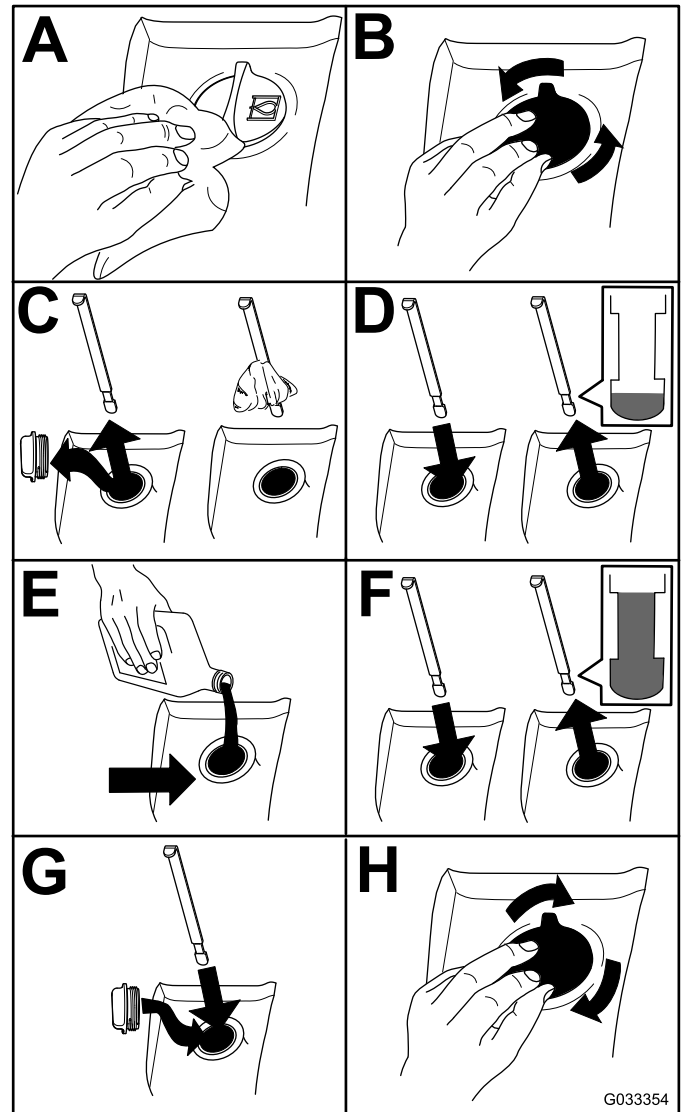

Bild 95
2. Prüfen Sie den Stand des Hydrauliköls (**Bild 95**).